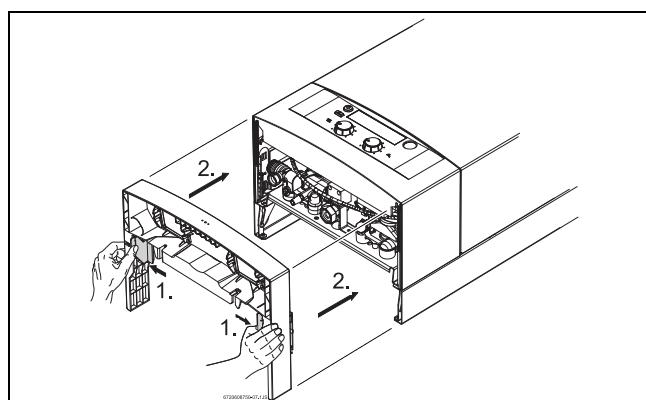

Рис. 11 Положение установки декоративной панели
- ▶ Установить декоративную панель, как показано на рис. 11.